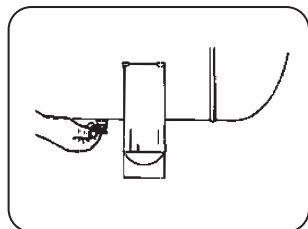

FIGURA 8.1
10. Verifique o funcionamento da válvula de segurança (Figura 8.1) com o produto desligado e com o reservatório sem pressão, para evitar acidentes.
- B. Drene o condensado (água) do interior do tanque através do purgador (Figura 8.1).